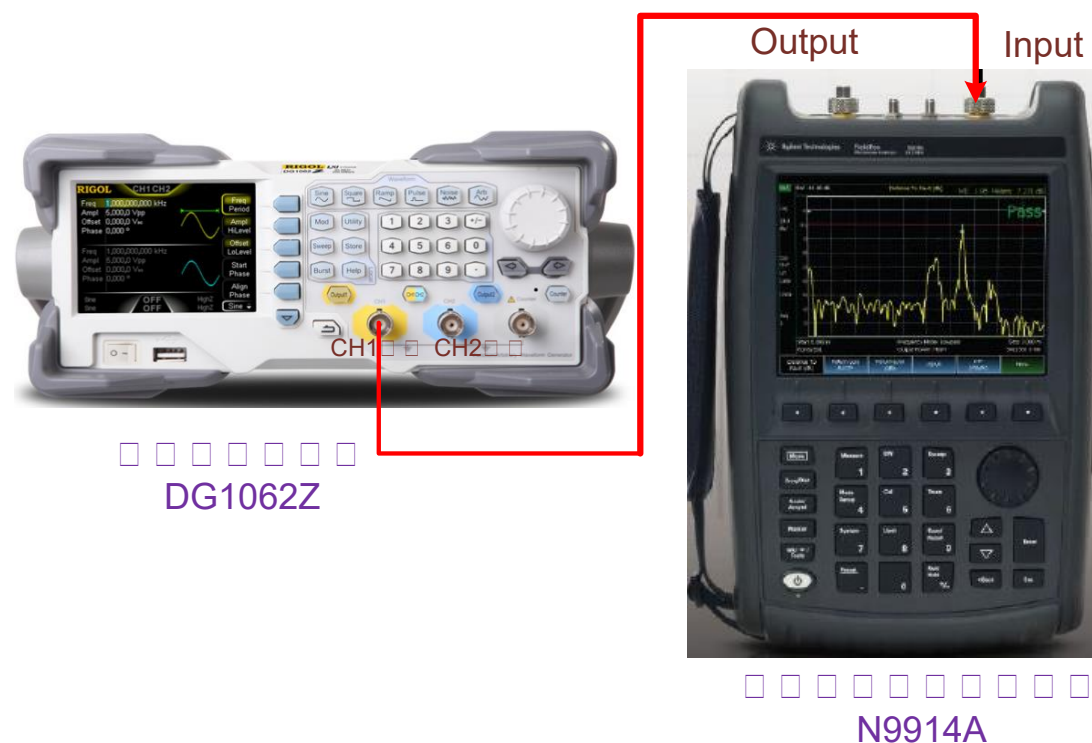

Fig.1 频谱功率测试连接图
1. 正确连接信号源与多功能微波测量仪。如图 1 所示连接仪器，将任意波形发生器 DG1062Z 的一个输出端口通过 BNC/SMA 转接器与微波线缆相连，该微波线缆的另一端则通过 SMA/N-Type 转接器连接到手持多功能微波测量仪 N9914A 的 RF 信号输入(Input)端口上。这里需要注意的是，手持多功能微波测量仪有两个 RF 信号端口，分别是 RF 信号输入 (Input) 端口和 RF 信号输出 (Output) 端口。由于该实验的目的是用手持微波测量仪 N9914A 测试任意波形发生器 DG1062Z 的输出信号，所以需要连接在 RF 信号输入 (Input) 端口。